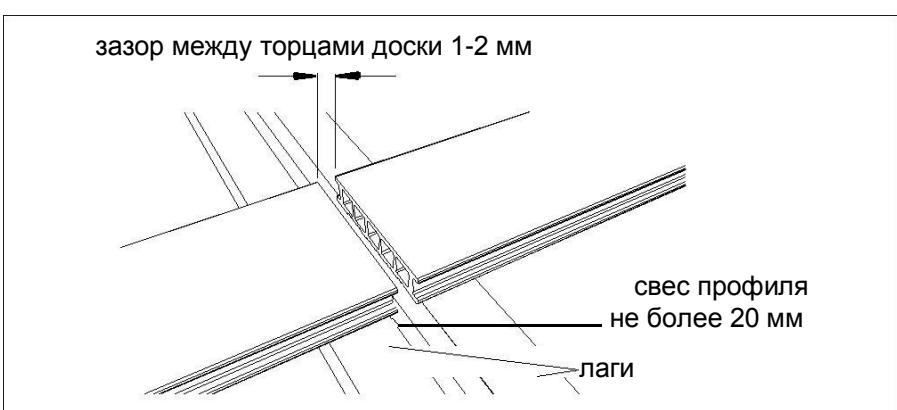

Рис. 8
- На каждый конец доски предусмотрите одну опорную лагу (рис.8), свес профиля с лаги должен быть не более .
- При укладке торцевых досок со стыком в ус должен соблюдаться зазор не менее 5 мм (рис.8), при этом концы досок должны опираться каждый на свою лагу, смонтированную параллельно к шву в ус.